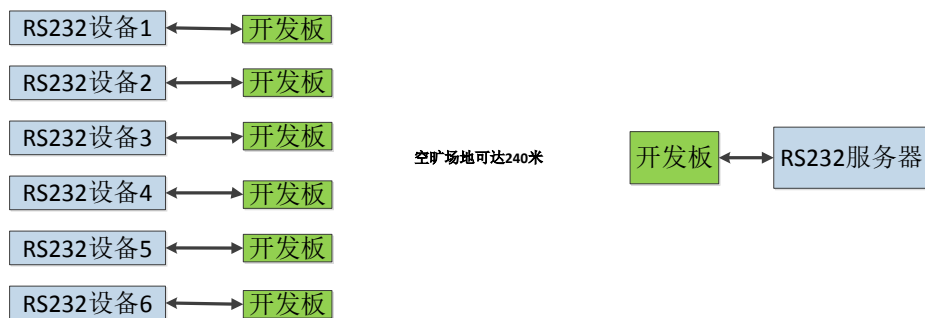

图 17 无线 RS232 网络
(3) 发送格式为：每帧数据 32 个字节，其中左后两个字节为“?;”.则一端 RS232 发送数据，另一端 RS232 设备就会收到数据，注意，两端的 RS232 设备不能同时发送，因为无线模块不能都处于发送状态。本例程仅仅为抛砖引玉，读者可以做自己的通讯协议。另外，如果按照如图 17 的方式